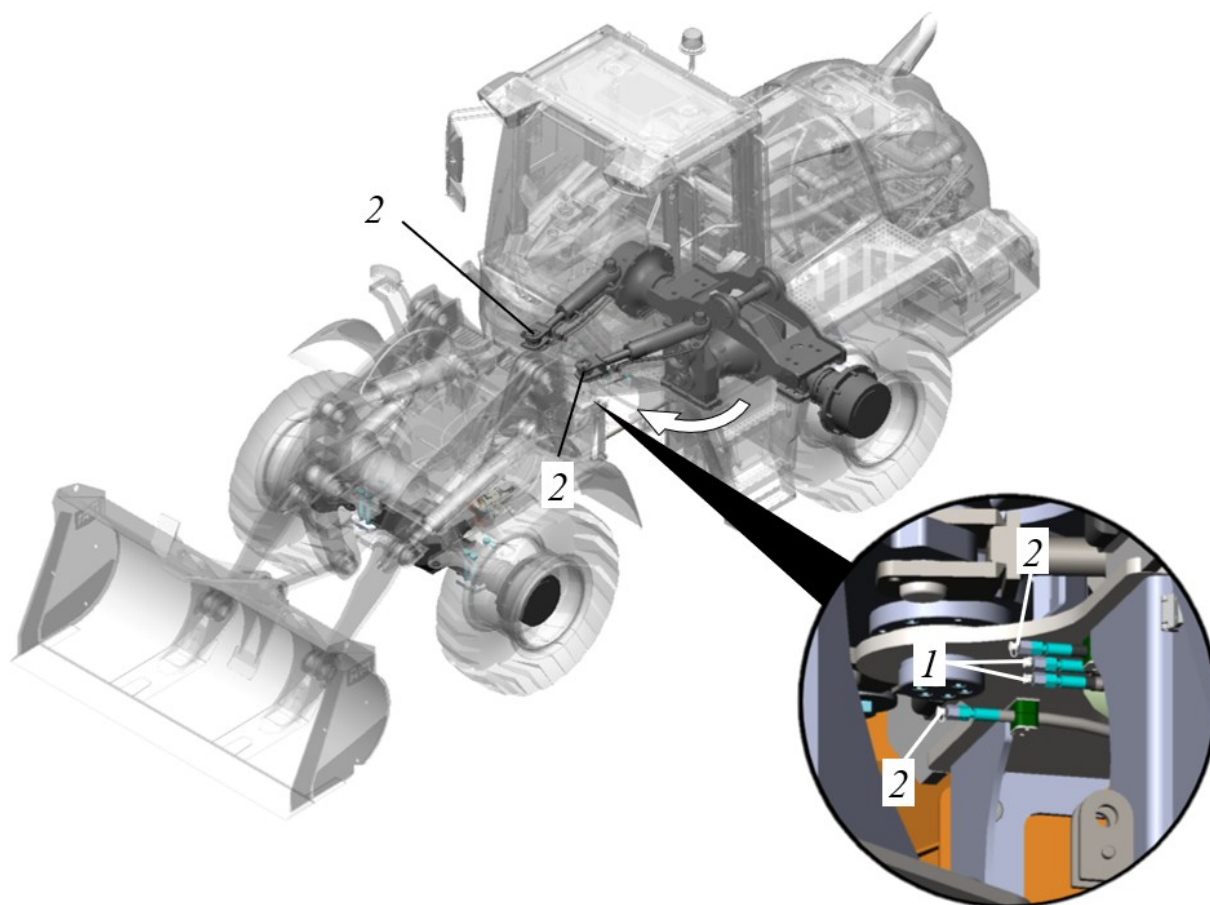

Рисунок 5.66. Смазывание балки заднего моста и гидроцилиндров рулевого управления
- ▶ Смажьте точку смазки поз. 1, рис. 5.66.
Доступ к точкам смазки реализован по бокам погрузчика см. рис. 5.66.